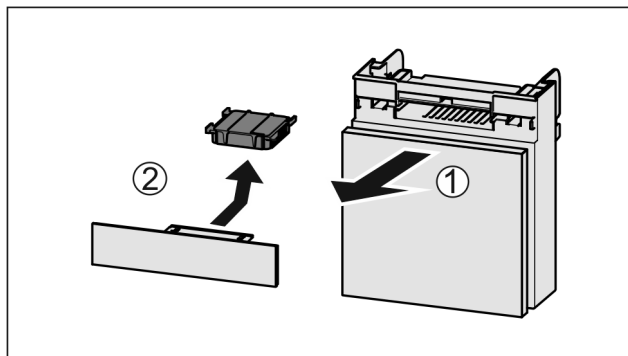

Fig. 158
- Потягніть Fig. 158 (1) відділення вперед.
- Витягнути Fig. 158 (2) фільтр з активованого вугілля.